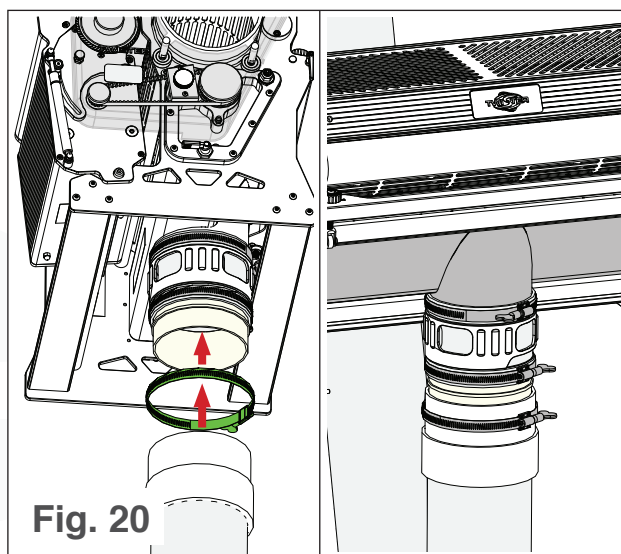

Fig. 20
3. Deslice el mango de la manguera que une el ciclón a la peladora sobre el acoplamiento de fijación de la aspiradora (ver Fig. 20).